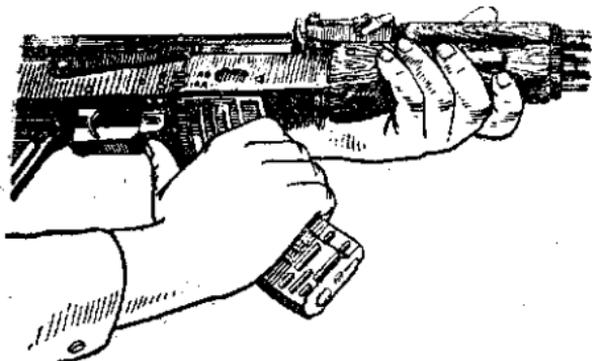

Рис. 3. Отделение магазина
1) **Отделить магазин.** Удерживая автомат левой рукой за шейку приклада или цевье, правой рукой обхватить магазин (рис. 3); нажимая большим пальцем на защелку, подать нижнюю часть магазина вперед и отделить его. После этого проверить, **нет ли патрона в**